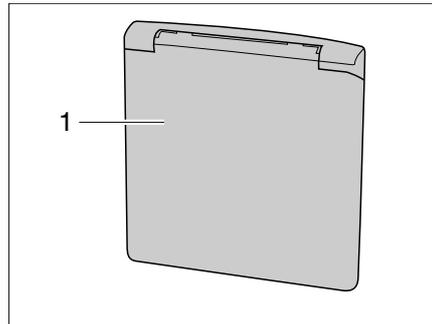

Bild 8 Klappe für 230-V-Anschluss
**Öffnen:** ■ Außenklappe (Bild 8,1) unten greifen und nach oben schwenken.